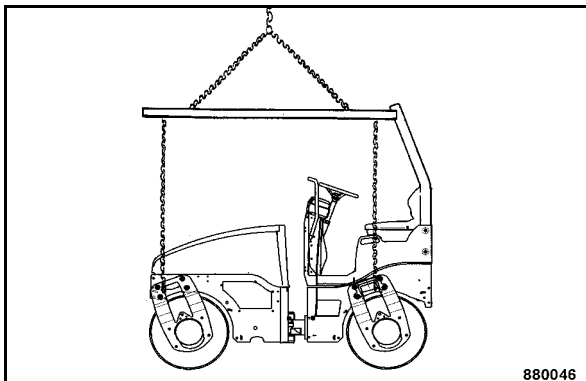

Fig. 112
- Pour soulever la machine, utiliser les quatre oeillets de levage (Fig. 112) se trouvant aux supports.